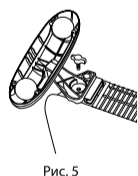

Рис. 5
- Используя стойки и ролики, предварительно изучив схему крепления (рис. 5), установите прибор на полу.